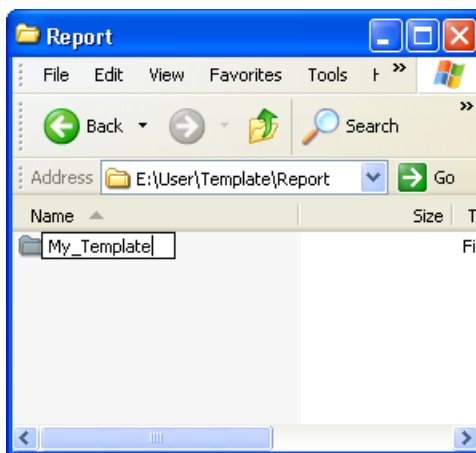

Рис. 7-5 Путь к файлам пользовательского отчета
4. Переименуйте только что скопированную папку \User\Template\Report\Complete\, используя любое имя по вашему усмотрению (в примере на Рис. 7-5 на стр. 199 она переименована в Мой_Шаблон).